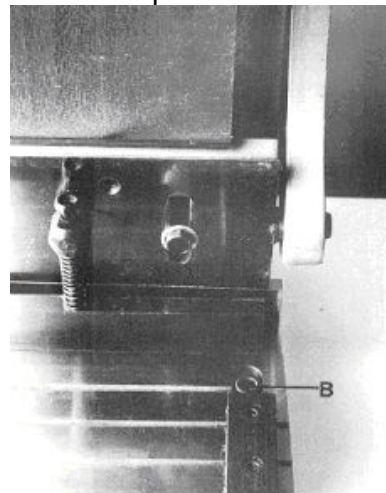

Рис. 7
3. Отрегулируйте зажим на расстоянии 1/4" (6,5мм) над столом, когда лезвие ножниц находится в верхнем положении, повернув две болта с шестигранными головками по ключ (А, Рис. 7) Когда
1. Ослабьте два винта с шестигранными головками под ключ (В, Рис. 7) с каждой стороны стола.
2. Используйте регулирующие винты А, Рис. 7), чтобы уменьшить зазор между лезвием и столом, чтобы облегчить разрезание тонкого материала.